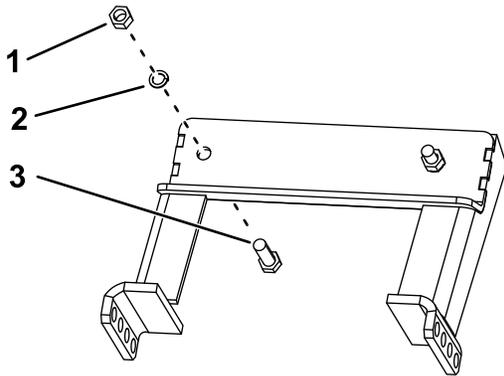

Bild 3
5. Befestigen Sie die Rückseite des Unterfahrschutzes mit zwei Schrauben, zwei Federscheiben und zwei Muttern am Fahrzeugrahmen (**Bild 3**).